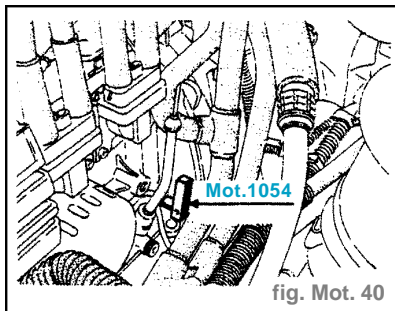

fig. Mot. 40
- Piger le moteur au P.M.H. à l'aide l'outil **Mot. 1054** (fig. Mot.40).
- Vérifier que la pigne **Mot. 1054** est en place (fig. Mot. 40).